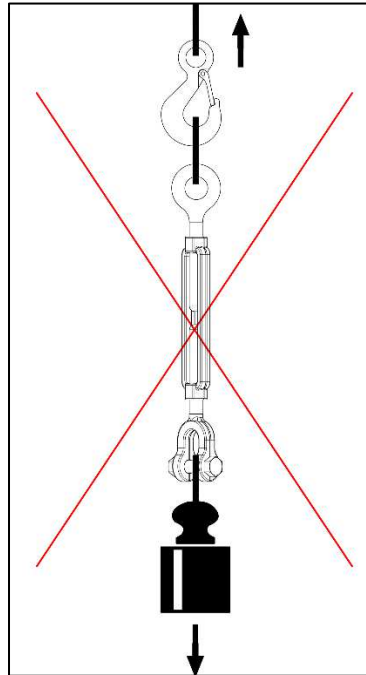

Fig.4
Il tenditore può essere utilizzato anche per operazioni di sollevamento, purchè non in configurazione a tiro singolo (par. 10 fig.4). In tale configurazione, infatti, il carico può ruotare liberamente, generando il rischio che i terminali si svincolino fino a fuoriuscire dalla canaulla, con conseguente caduta del carico.
- NON utilizzare l'accessorio per il sollevamento a tiro singolo (Fig.4);